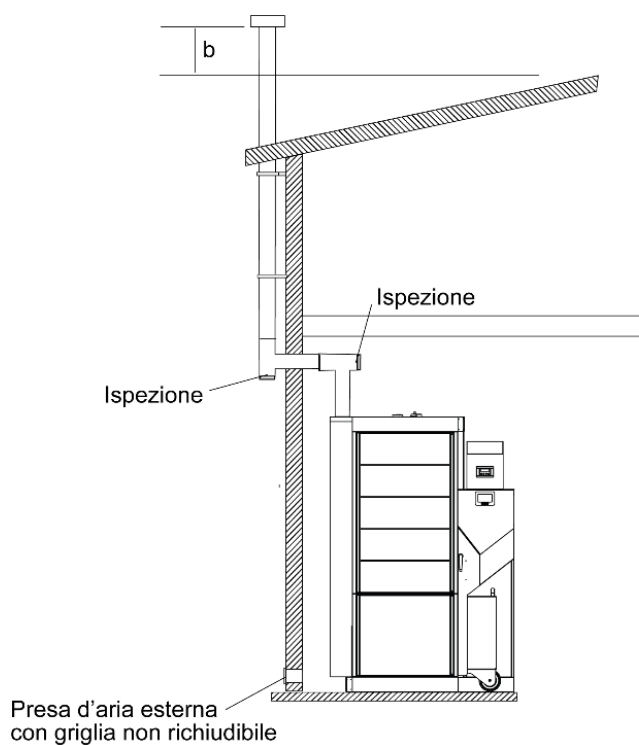

Fig. 13
- Per i condotti devono essere utilizzati solo tubi isolati (doppia parete) in acciaio inox fissati all'edificio (*fig.13*).
- Nel caso in cui si voglia utilizzare un condotto fumi esterno si deve adottare la soluzione rappresentata nella *fig.13*